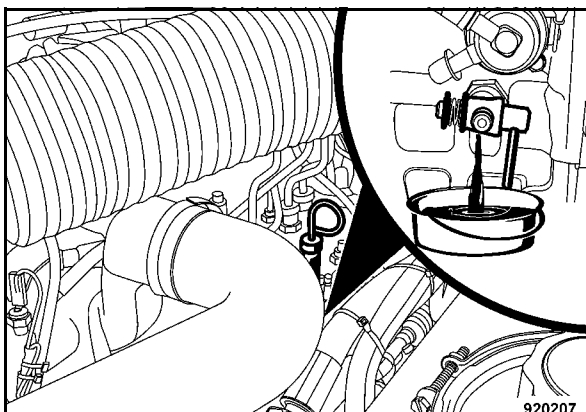

Fig. 135
- Abrir el grifo de descarga (Fig. 135).